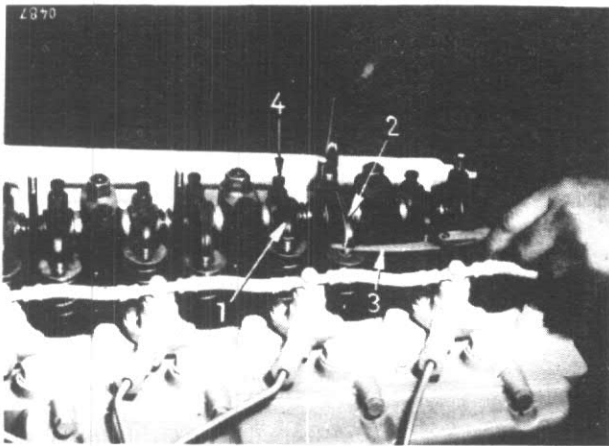

Figure 216
NOTE: Si les vis de réglage des culbuteurs (4), fig. 216 sont auto-bloquantes et n'ont pas de contre-écrous, serrez celles-ci à plus de 16 mN, autrement utilisez une vis neuve ou un culbuteur neuf ou les deux à la fois, car on risque un desserrage de la vis.